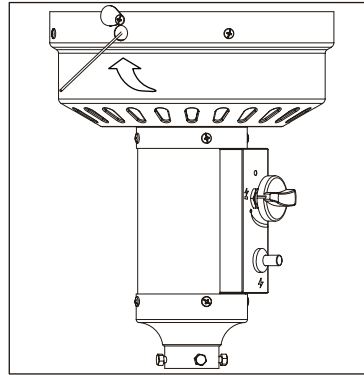

Figura 4
- Mientras esta deprimiendo la perilla de control, coloque el encendedor de tall largo (no incluido) en el orificio de visión en el conjunto de la cabeza para encender el piloto (Figura 4).